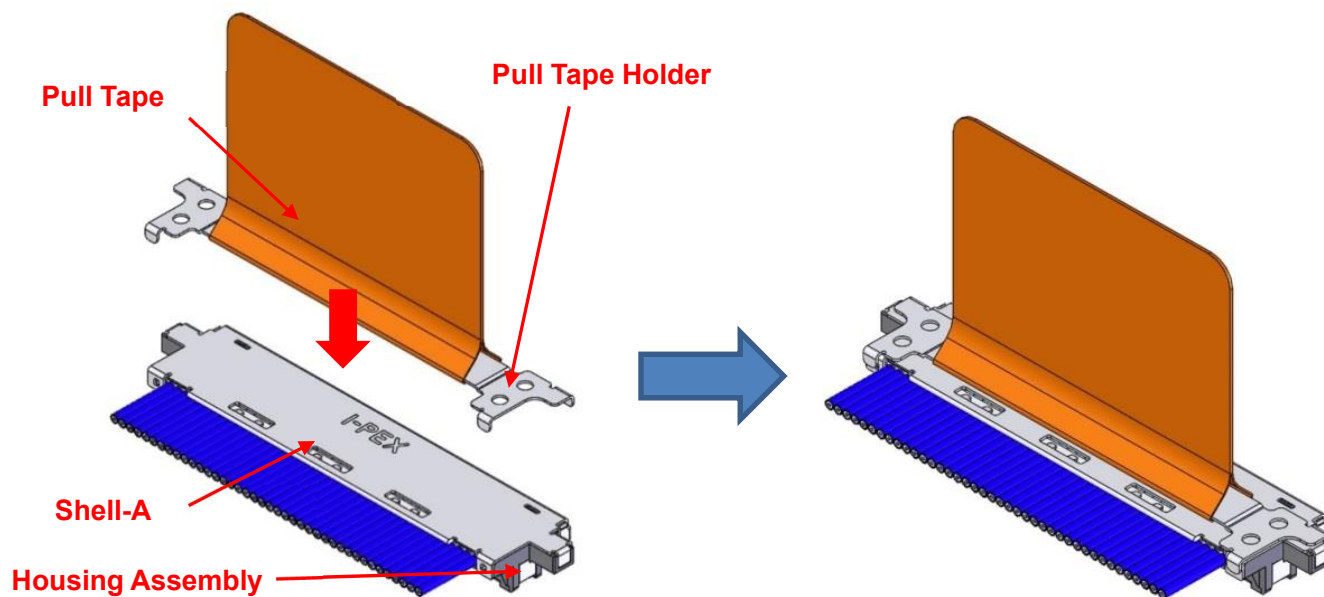

图. 11 组装 Pull Tape Holder
② 如图. 11 所示, 从 Shell-A 的上面组装 Pull Tape Holder。